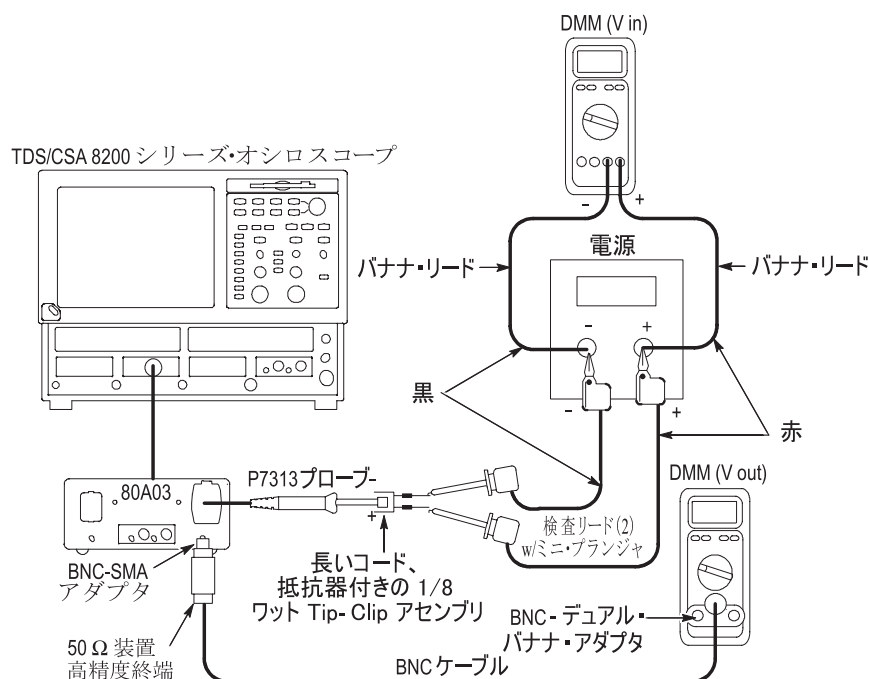

図 11: DC ゲイン精度の設定
2. 図 11 に示すように、Tip-Clip アセンブリを使用してプローブを電源に接続します。DMM の 1 つを使用して電源電圧を監視します。